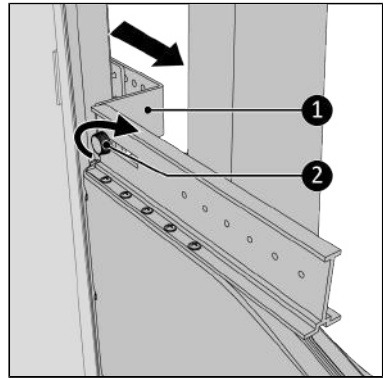

Abbildung 133.
- Ziehen Sie die Halterung so weit wie möglich zu sich heran (Abbildung 133, Pos 1) sodass diese richtig klemmt.
- Ziehen Sie die Schraubkappe (Abbildung 133, Pos. 2) fest.